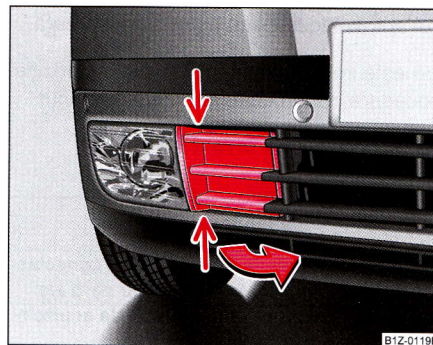

Fig. 213 Bara de protecție față: Grilajul protector
- Apăsați simultan cu mâna partea de sus a grilajului și jos, în apropiere de numărul de înmatriculare, și trageți în sensul săgeții ⇒ **pagina 284, fig. 213.**